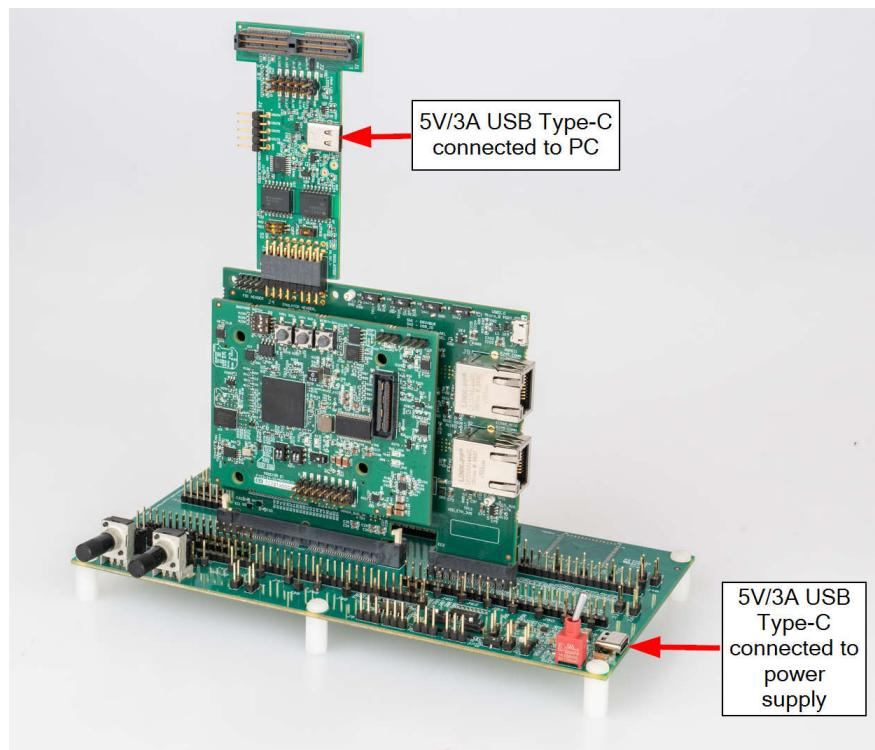
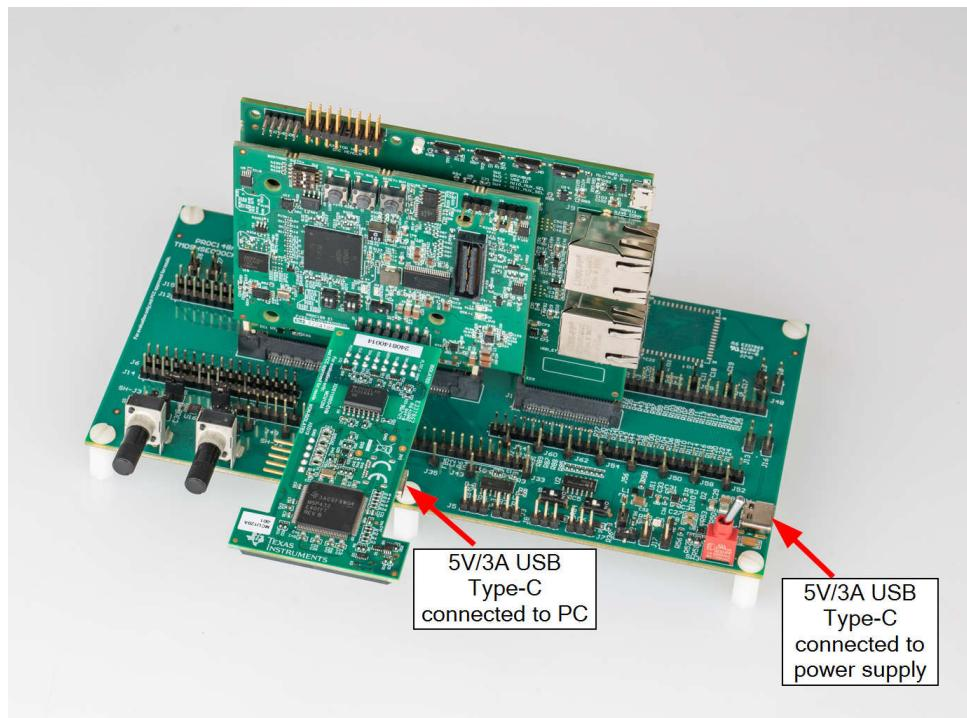

図 2-2. AM26x controlCARD の下位互換性構成 - HSEC180ADAPEVM-AM2 J4 に接続された XDS110ISO
図 2-3. AM26x controlCARD の下位互換性構成 - controlSOM J7 に接続された XDS110ISO
6. controlSOM の HSEC-180 アダプタ ボード (図 2-2) のコネクタ J4 または J7 (図 2-3) に、XDS110ISO-EVM を接続します。